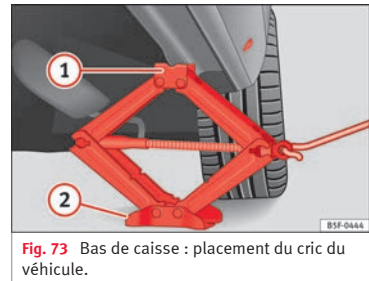

Fig. 73 Bas de caisse : placement du cric du véhicule.
- Tournez la manivelle du cric*, placé sous le point d'appui du bas de caisse, pour le lever jusqu'à ce que l'ergot ① » fig. 73 se trouve sous le logement en plastique prévu à cet effet.
- Alignez le cric* de sorte que l'ergot ① « s'encastre » dans le logement en plastique prévu à cet effet sur le bas de caisse et que la plaque de base mobile ② repose sur le sol. La plaque de base ② doit tomber à la verticale par rapport au point d'appui ①.